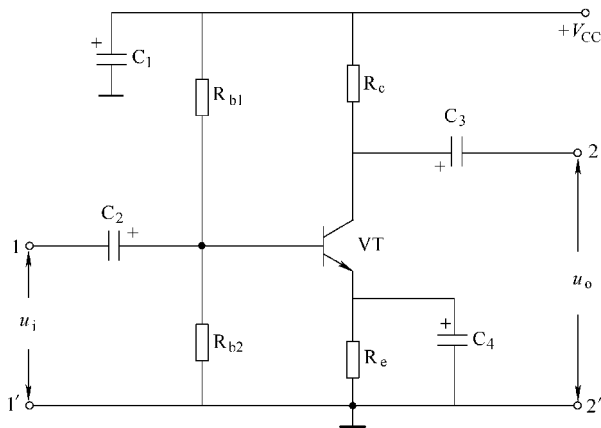

图 6-1 共发射极放大器组成
共发射极放大器组成如图 6-1 所示。图中，1-1' 是放大器信号输入端，2-2' 是放大器信号输出端， R_{b1} 、 R_{b2} 是基极分压式偏置电阻， R_c 是集电极电阻， R_e 是发射极电阻， C_1 是直流电源去耦电容， C_2 、 C_3 是耦合电容， C_4 是发射极旁路电容，VT 是放大管， V_{CC} 是直流电源。
1) 电路组成。图 6-2b 电路中 VT_1 是输入级,它是射极跟随器,作为信号缓冲和阻抗变换级, VT_2 是中间级起电压放大、 VT_3 是输出级为功率放大器。T 是输出变压器,作用是传输信号并实现与负载的阻抗匹配, $R_1 \sim R_8$ 、 $C_1 \sim C_5$ 的作用与图 6-1 中的元件作用类同。